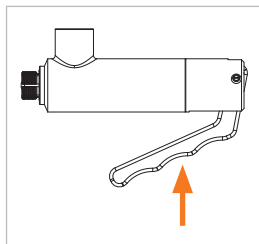

Figure 5
- ▶ Actionnez le levier à main (Pos. 2) (Figure 5). Les mâchoires de serrage coïncident.